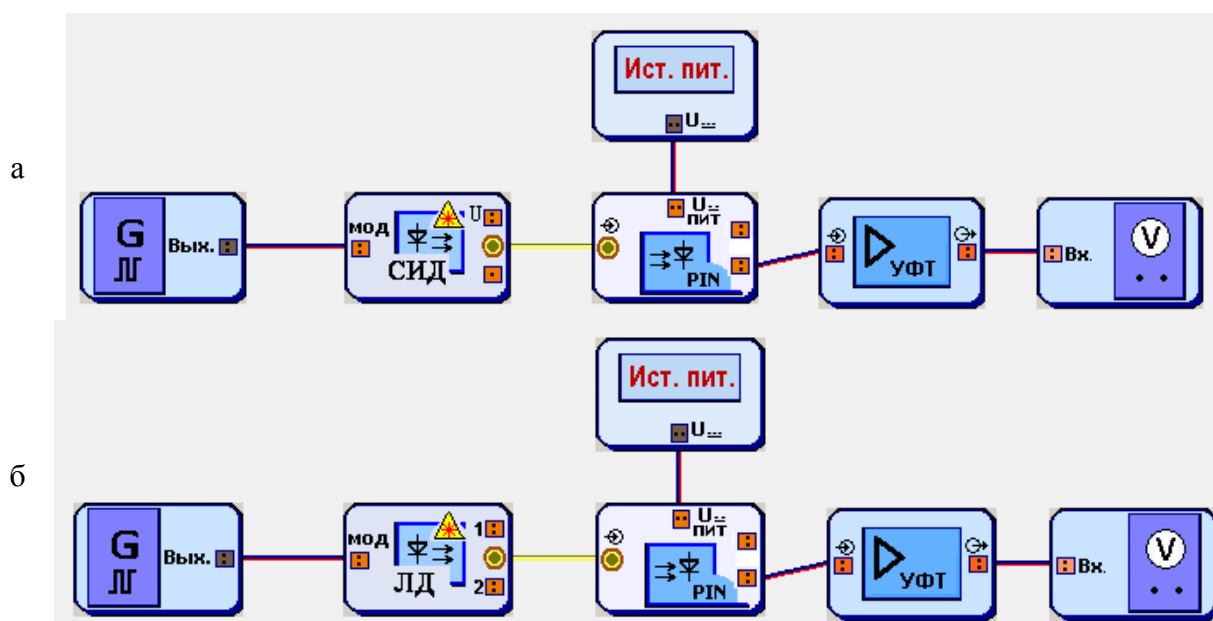

Рис. 7.6. Схемы исследования ВтАХ ИИ: а – СИД, б – ЛД
Схемы исследования представлены на рис. 7.6. Объектами исследования являются ИИ – светоизлучающий диод (СИД) и лазерный диод (ЛД).
1. Соберите схему со светоизлучающим диодом (СИД), показанную на рис. 7.6а.
11. Повторите исследование для лазерного диода (ЛД). Для этого соберите схему на рис. 7.6б и выполните п.п. 2–10.
8. Повторите исследование для лазерного диода (ЛД). Для этого соберите схему на рис. 7.6б и выполните п.п. 2–7.
Схемы исследования характеристик деградации ИИ представлены на рис. 7.6.
1. Соберите схему со СИД, показанную на рис. 7.6а.
12. Повторите исследование для ЛД. Для этого соберите схему на рис. 7.6б и выполните п.п. 2–11.